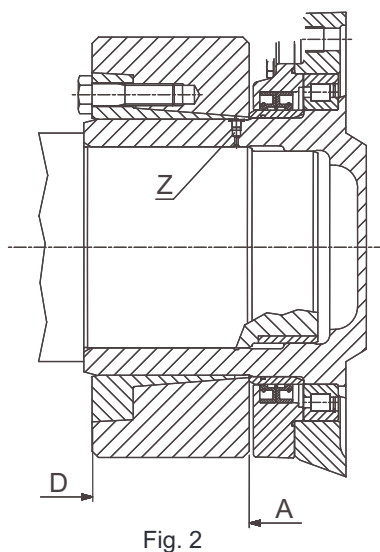

Fig. 2
- Remettre en place le bouchon “Z” (voir fig. 2), puis placer le joint (voir fig. 2 pto. A).
- Lorsque le montage du joint a été terminé de manière correcte, il est possible de le vérifier visuellement dans la mesure où les faces d'appui des anneaux interne et externe doivent se situer sur le même plan (voir fig. 2 pto. D).
- Avant de réinstaller le joint régénéré, rétablir la lubrification dans les zones "C" (voir fig. 2).